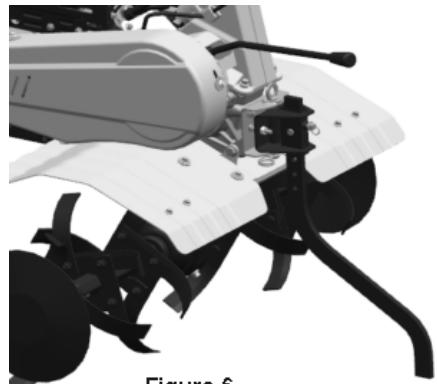

Figure 6
- Регулюючи висоту важеля глибини, можна відрегулювати глибину оранки. А саме, перестановка важеля додолу збільшить глибину оранки, а перестановка його догори зменшить глибину оранки (див. рис.6)